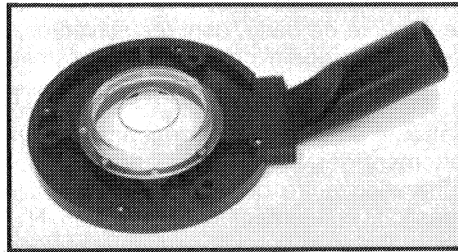

Fig. 3
2. Utilisez deux vis No. 8-32 x ½ po (tirées du jeu de ferrures de montage) afin d'assembler le connecteur de flexible à la base de l'aspirateur (voir Fig. 3).